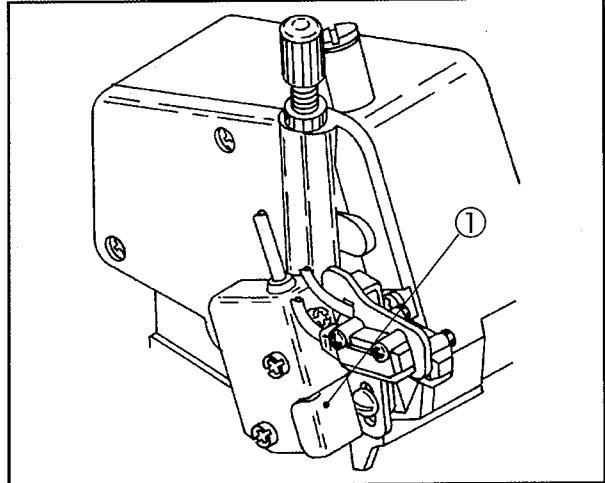

図5
手動でメスを作動させたいときは、手動スイッチ①を押してください。(図5)